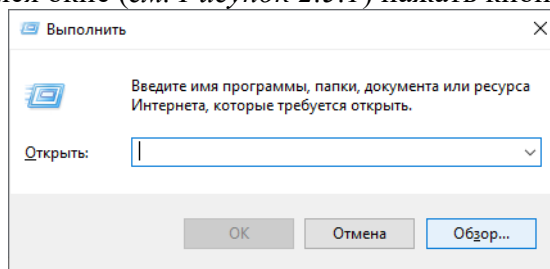

Рисунок 2.5.1
- в появившемся окне (см. Рисунок 2.5.1) нажать кнопку «Обзор...»;